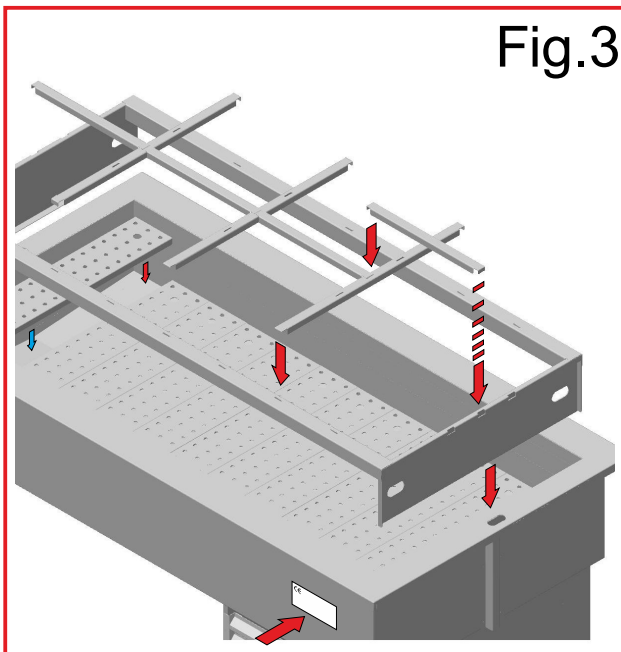

Fig.3
1. Togliere la pellicola di protezione dai distanziali. 2. Sistemare i distanziali nelle apposite feritoie sui bordi della vasca (Fig.3). 3. Sistemare eventuali distanziali più corti nelle apposite feritoie sui distanziali. **Diverse composizioni sono disponibili in funzione del formato delle vaschette e della posizione.** 4. Montare le vaschette sui distanziali predisposti a V.S. piacere. 5. Per i modelli pasticceria eseguire solo il montaggio dei pianetti inox pasticceria (Fig.3) appoggiandoli ai bordi (le vaschette e i piani inox pasticceria, sono forniti su richiesta).
1. Accertarsi che la tensione e la frequenza della rete corrispondano a quelle indicate sulla targhetta posta sull'apparecchio (Fig.3). 2. Accertarsi che la presa di alimentazione sia: **a) Dotata di un conduttore di messa a terra. b) Idonea alla corrente nominale di targa. c) Sia dotata delle protezioni secondo le norme IEC** : - Interruttore magnetotermico differenziale (più comunemente salva vita) con I_n = valore nominale riportato in targa.- Differenziale con sensibilità $I_d = 30 \text{ mA}$. 3. Verificare che l'ambiente non sia con pericolo di esplosione (AD). 4. Il cavo di alimentazione montato sull'apparecchio è: H05 VVF idoneo per ambienti interni. 5. Inserire la spina (non usare prese triple e riduzioni).